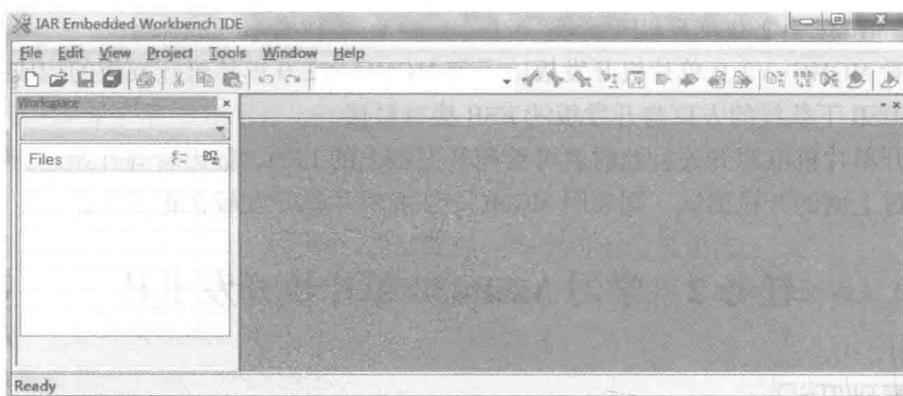

图 1-8 工程管理空间
(2) 单击“File”文件菜单下“New Workspace”子菜单，创建工程管理空间，如图 1-8 所示。